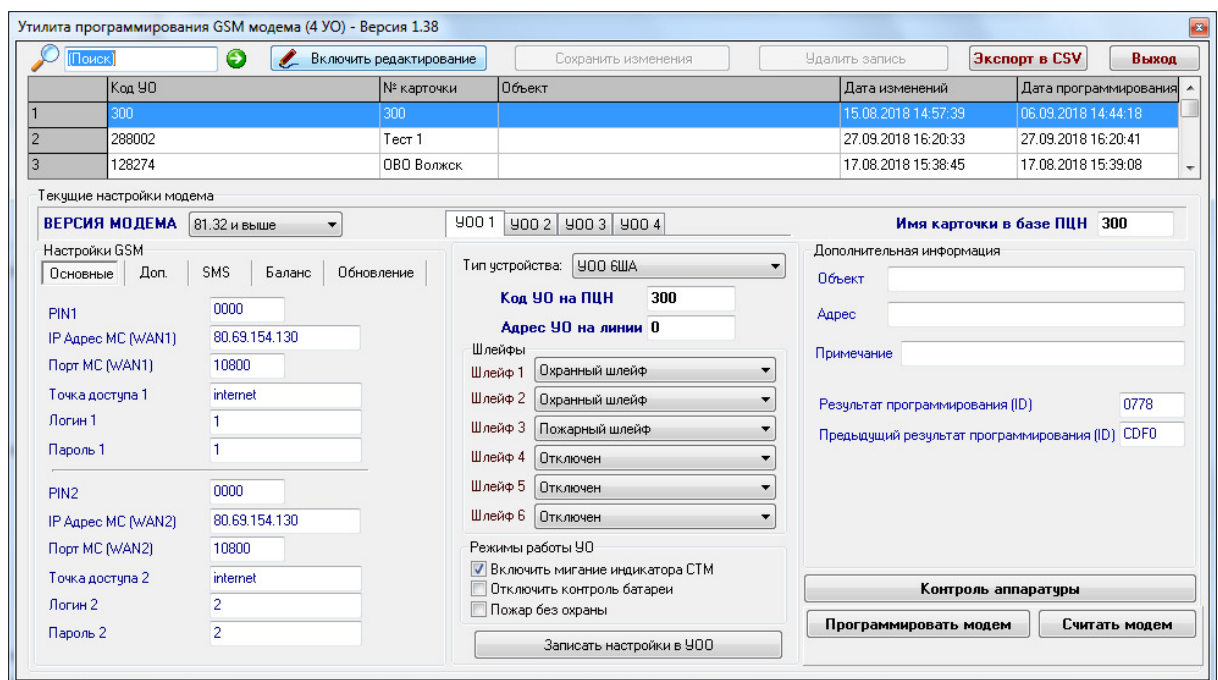

Рисунок 1. Основное окно программы «Prog_GSMModem.exe».
7.2 Программирование установок Модема GSM выполняется оператором на ПЦН с помощью утилиты «Prog_GSMModem.exe» (рисунок 1) и FTDI доработанного кабеля-конвертора АИДВ.625.621.046-01 (первый и шестой контакты разъема кабеля должны быть соединены переключкой). Программирование должно выполняться на компьютере, на котором установлен драйвер FTDI.
7.5 Запустите утилиту «Prog_GSMModem.exe» (рисунок 1).